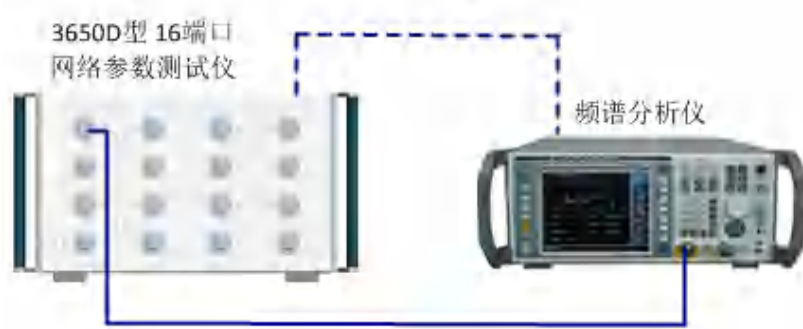

图 9.2 频率分辨率测试框图
- 1) 如图 9.2 所示连接系统，预热 60 分钟以上；